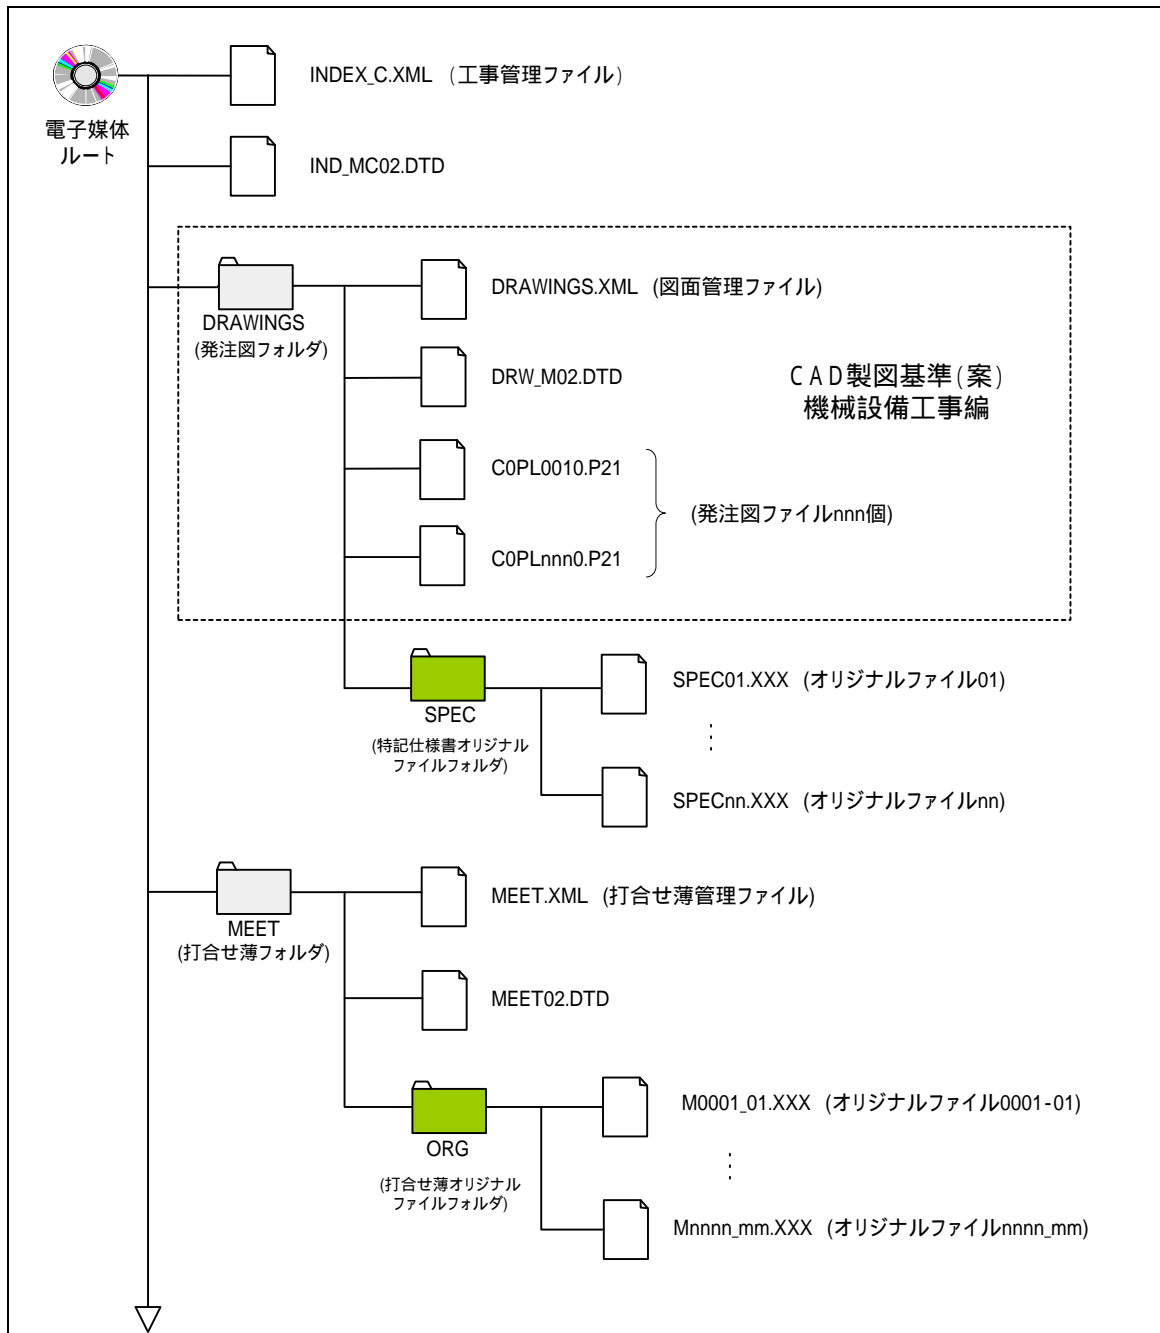
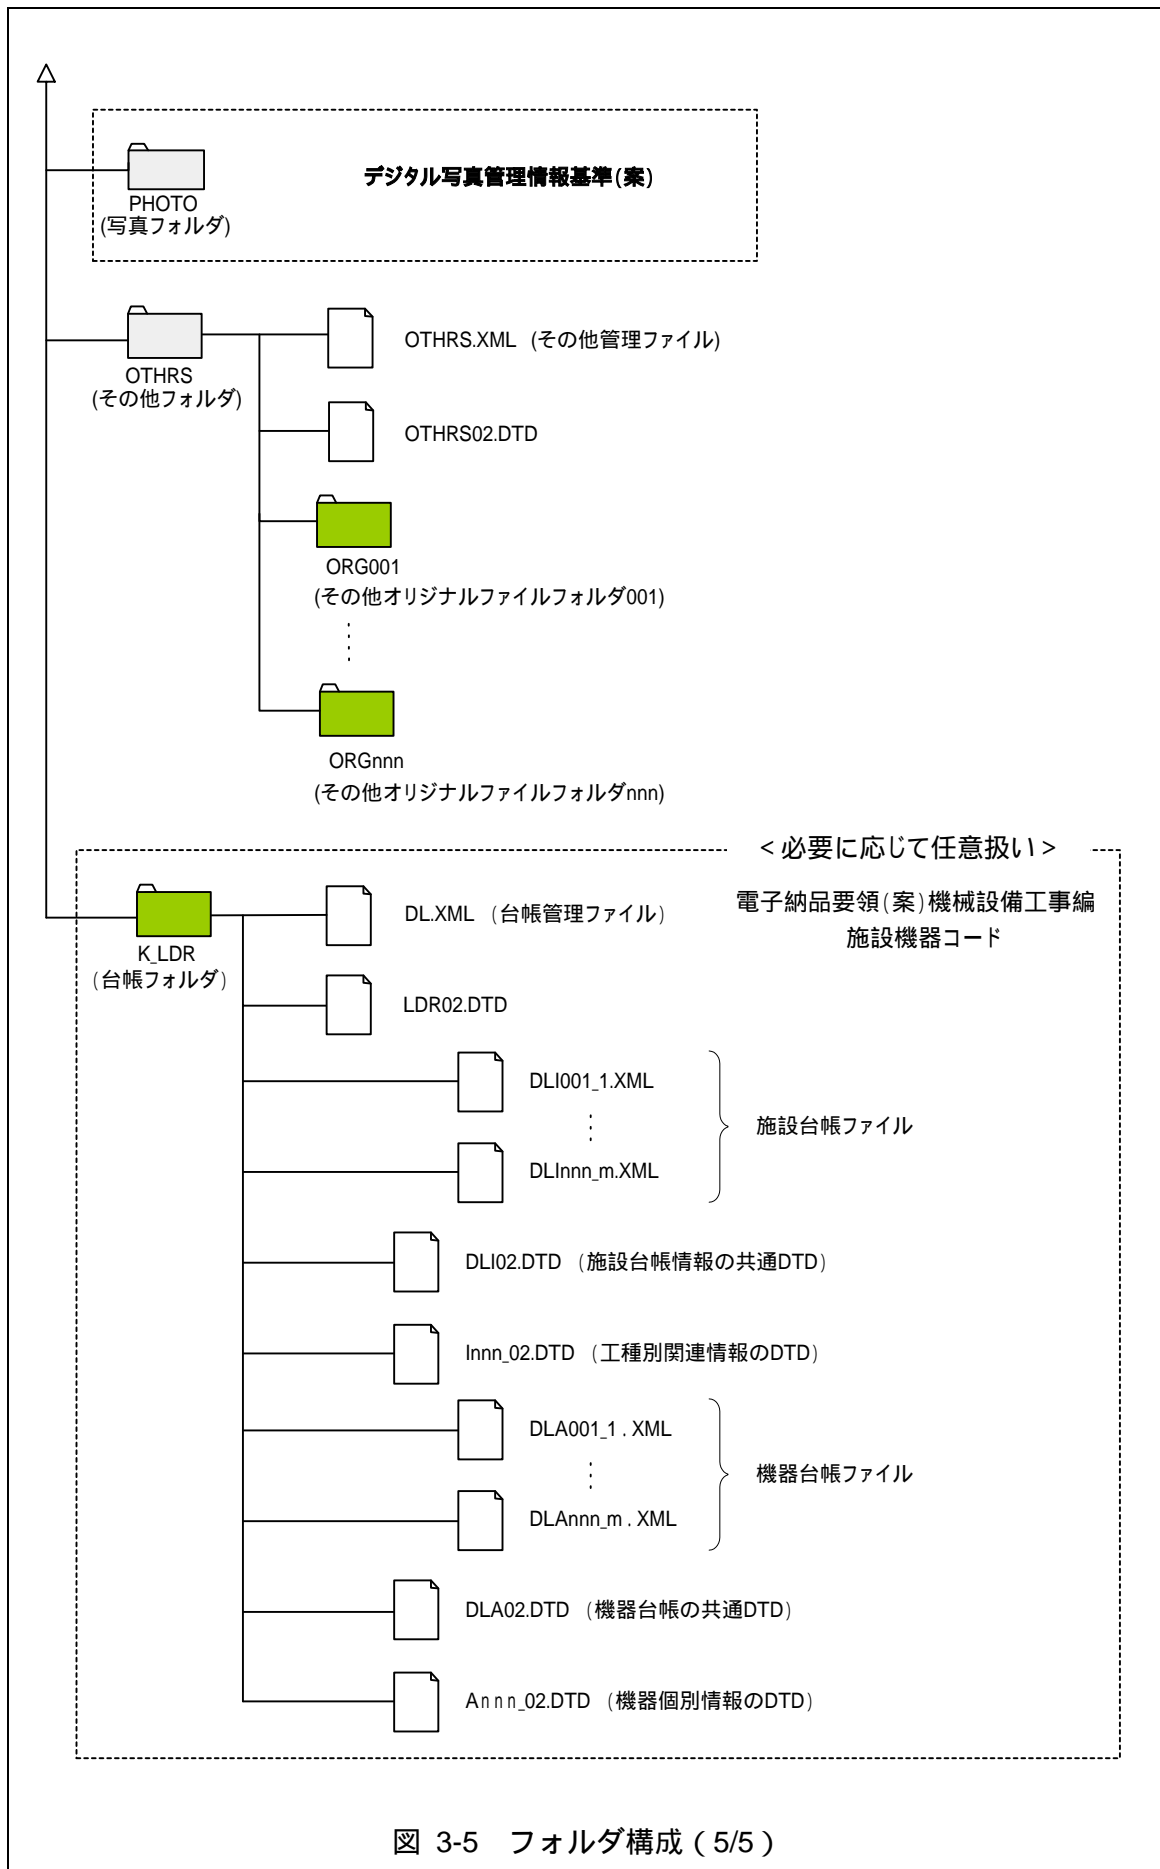

図 3-1 フォルダ構成 (1/5)
図 3-5 フォルダ構成 (5/5)
電子的手段により引き渡される成果品は、図 3-1～図 3-5に示すフォルダ構成とする。
電子媒体のルート直下に「DRAWINGS」、「MEET」、「PLAN」、「DRAWINGF」、「K_BOOK」、「PHOTO」、「OTHR」、「K_LDR」のフォルダ及び工事管理ファイルを置く。各管理ファイルを規定する DTD 及び XSL ファイルも該当フォルダに格納する(図 3-1～図 3-5参照)。ただし、XSL ファイルの格納は任意とする。
- 図 3-1から図 3-5のフォルダの順番は、例示であり、表示の順番はこれによるものではない。